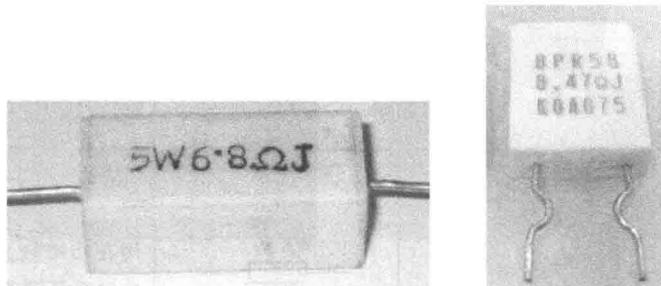

图 1-1-6 水泥电阻器
(5) 水泥电阻器。水泥电阻器是线绕电阻器的一种，如图 1-1-6 所示。